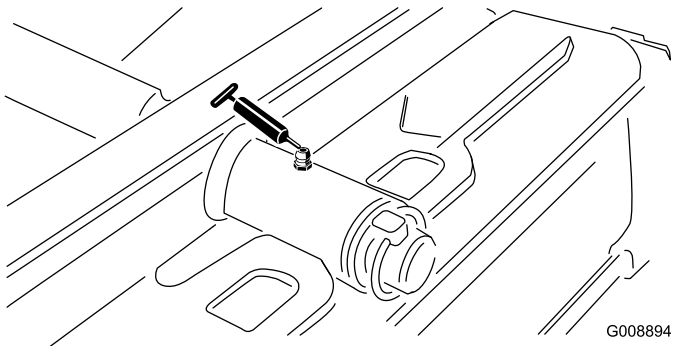

Bild 60
- Drehbüchsen am Heckmähwerk (Bild 60)